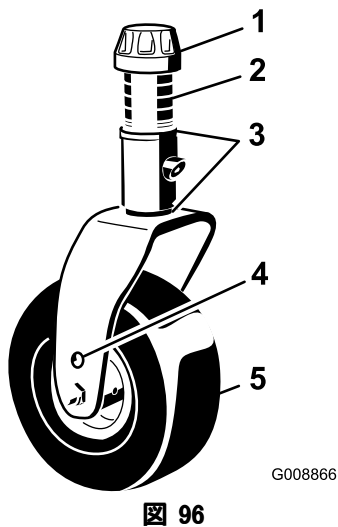

図 96
1. キャスタスピンドルシャフトからテンショニングキャップを外し、キャスタアームからキャスタシャフトを抜き出す (図 96)。必要に応じてシムの位置を変更してキャスタオイルの高さを変えてカuttingユニットを正しいピッチに調整する。